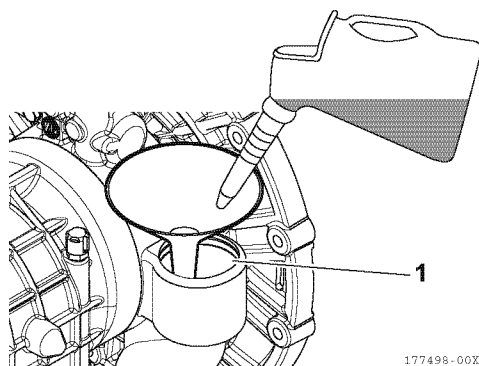

Figura 18
9. Rabboccare l'olio lubrificante attraverso la sede della cartuccia del filtro dell'olio (1, **Figura 18**) come specificato nella *Tabella olio lubrificante a pagina 20*.